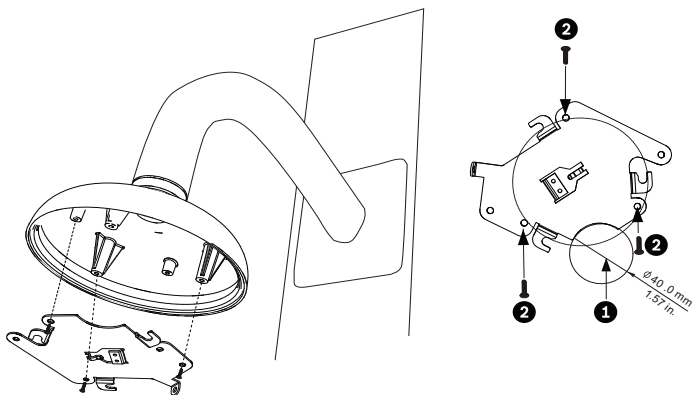

Figura 5.4 Fixar a placa de montagem à tampa da dome
2. Encaminhe os condutores na parte lateral da placa pelo corte em forma de crescente (Ref.^a # 2 *Figura 5.4*).